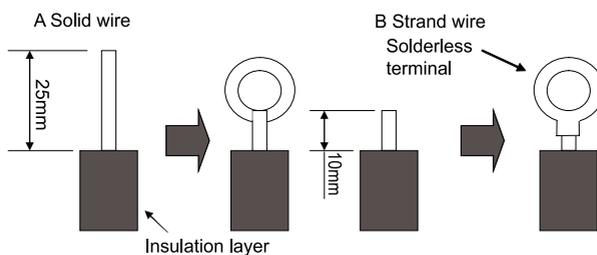

Fig.38
##### (1). For solid core wiring (Fig.38)
##### (2). For strand wiring (Fig.38)